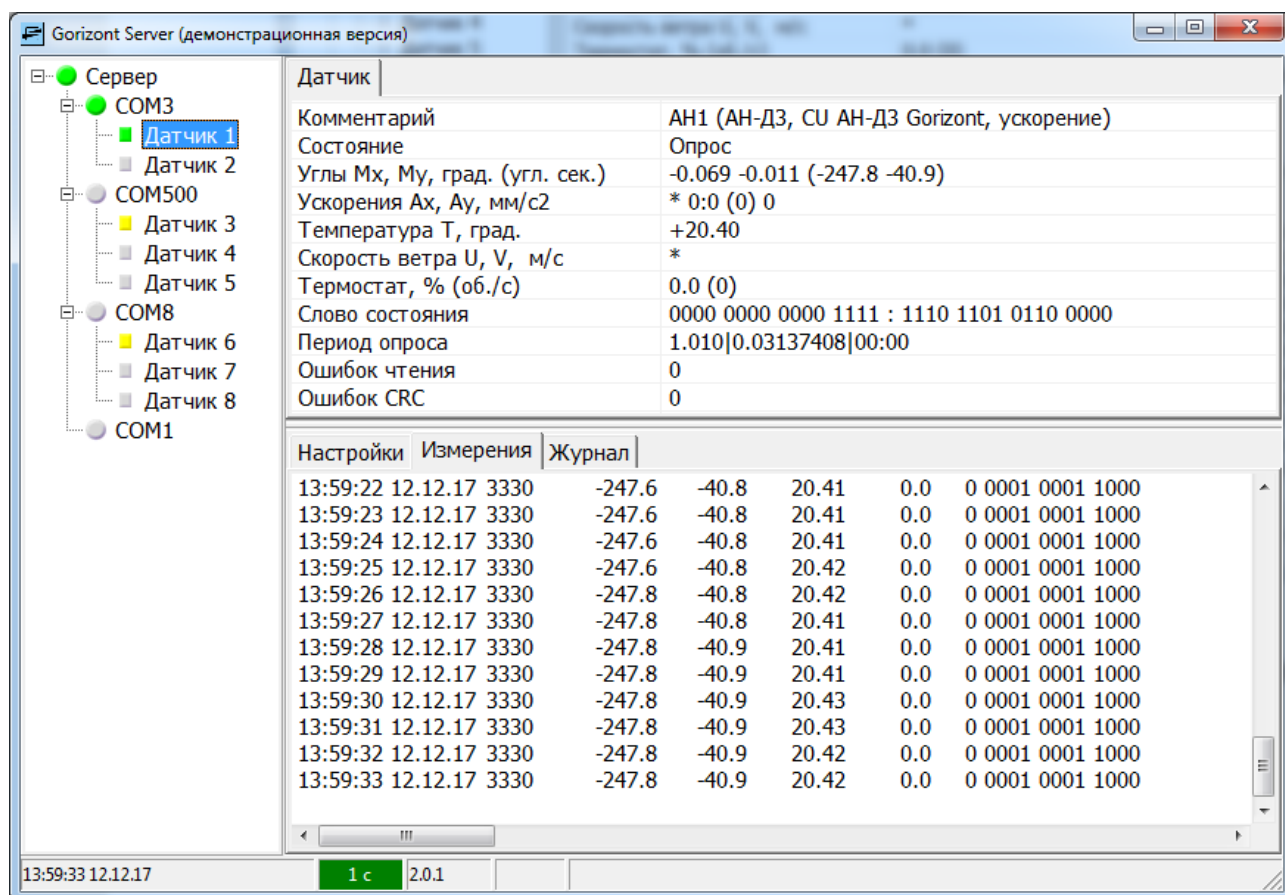

Рисунок 4.6.
4.9 Вкладка <Измерения> информационной панели отображает информацию о последних показаниях и состояниях датчиков (рис.4.6). Формат строк аналогичен формату строк, записываемых в текстовые файлы (см. раздел 4.6). **Сохранение** результатов измерений в текстовых файлах).